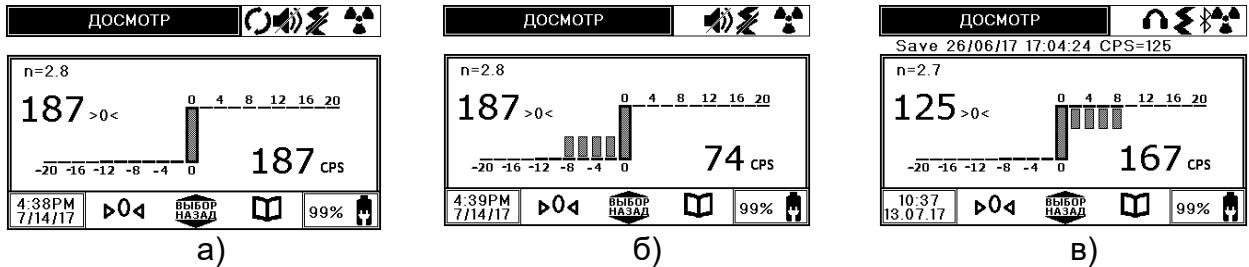

Рисунок 2.9 – Экранная форма по умолчанию в режиме *досмотр*
- **базовая.** Значение калибровки поверхности  $\triangleright 0\triangleleft$  принято за нулевой уровень. Относительное изменение скорости счета отклоняется на гистограмме в сторону уменьшения (вниз) или увеличения (вверх) (рисунок 2.9).